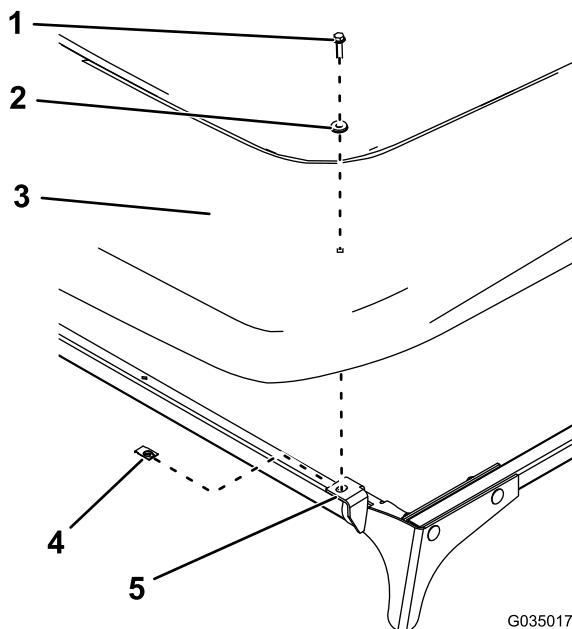

Figura 15
16. Instale el toldo a las placas delanteras con 2 abrazaderas, 2 arandelas sellantes y 2 pernos hexagonales con arandela prensada ($\frac{1}{4}$ " x 1"), tal y como se muestra en Figura 15.